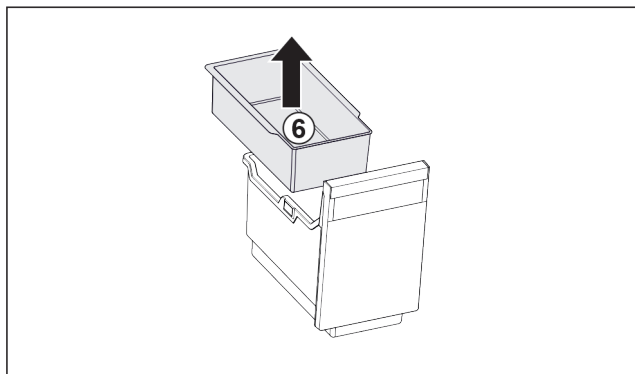

Fig. 124
- ▶ Tag holderen i døren Fig. 124 (6) ud.